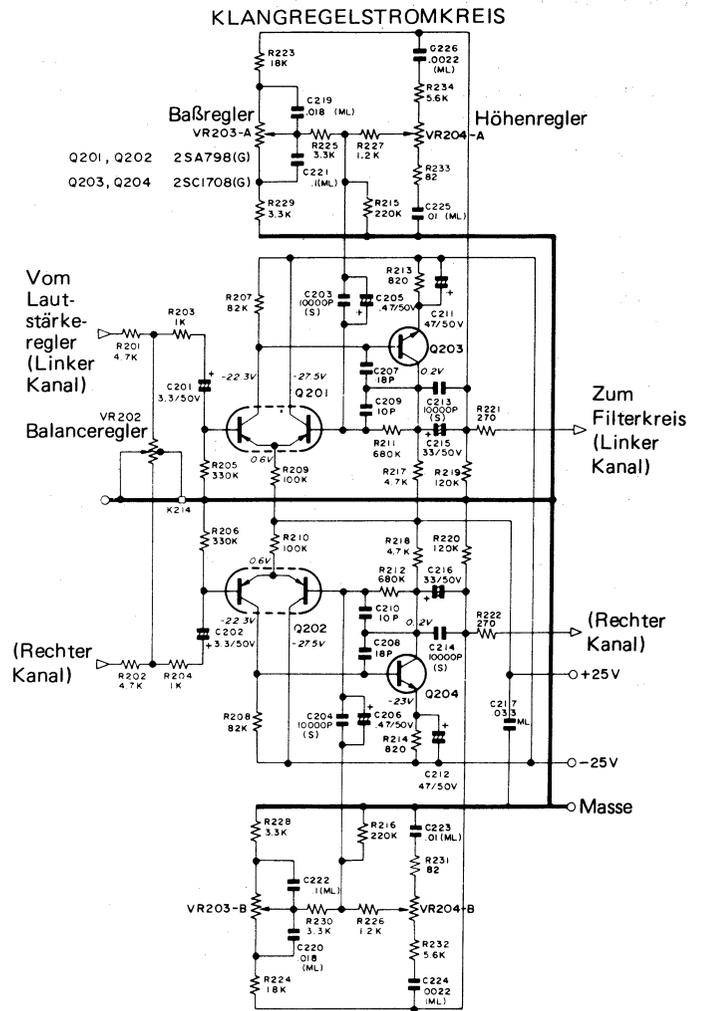

Abbildung 5-1
■ **KLANGREGELSTROMKREIS** (Siehe Abbildung 5-1.)